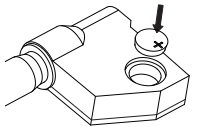

Abb.2
---Legen Sie die CR2032-Batterie in das Batteriefach ein, die positive Seite der Batterie (+) muss nach außen zeigen (Abb. 2).